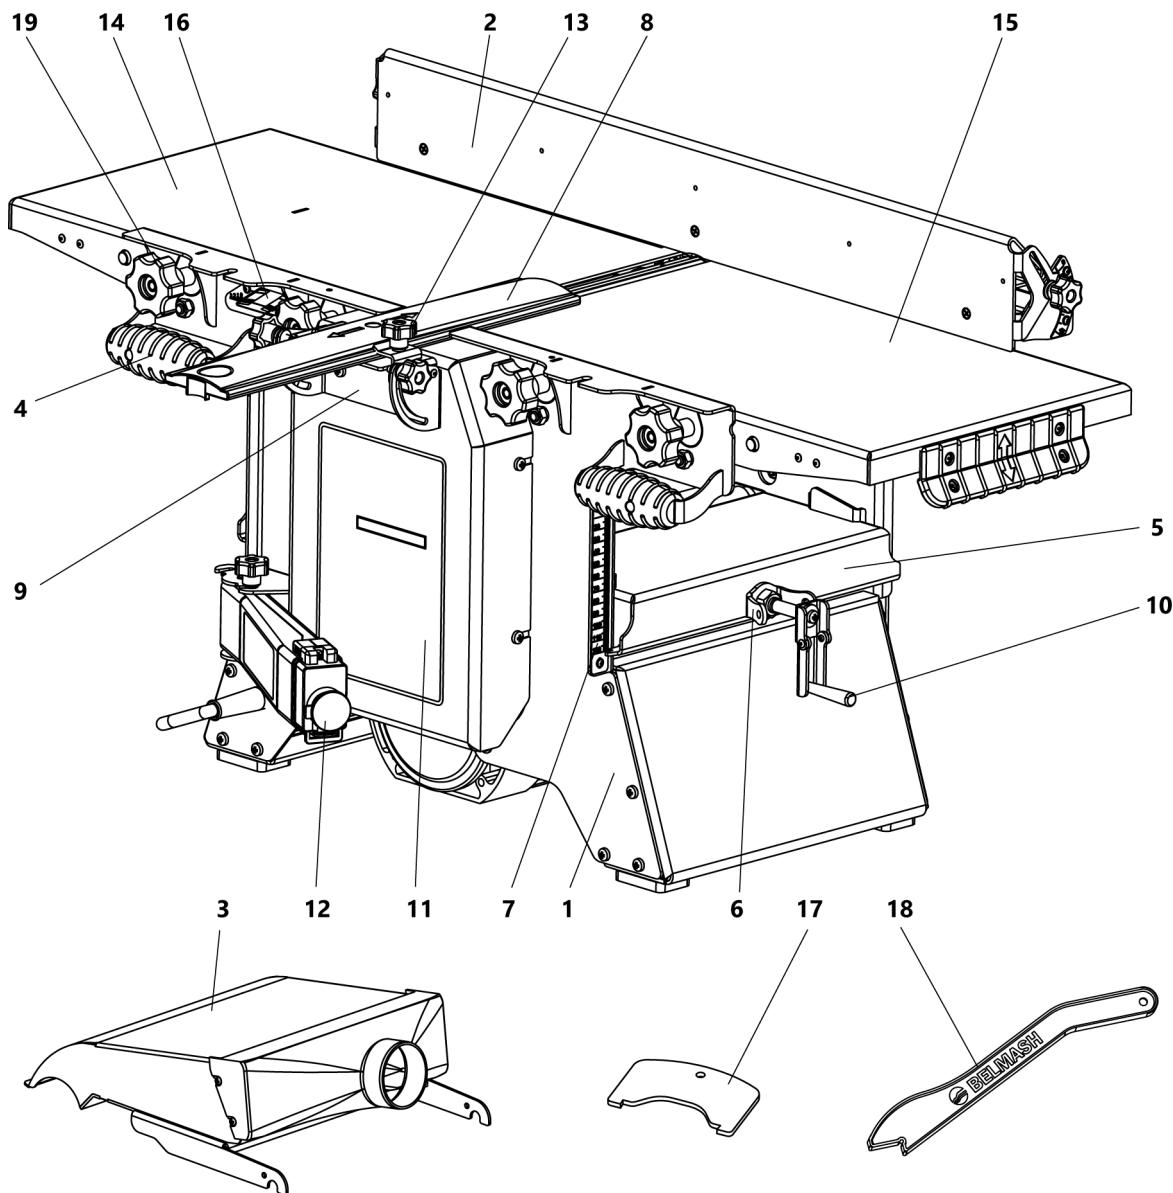
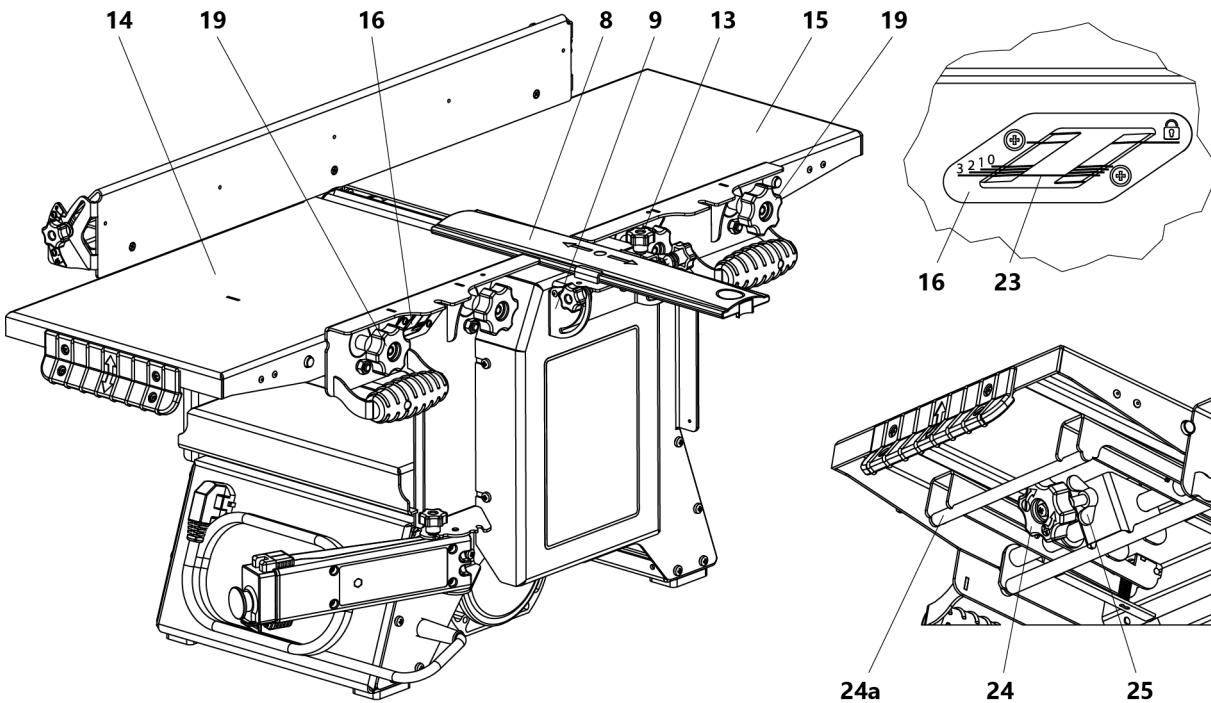

Рис. 1 Общий вид станка
Рис. 4 Установка строгальных столов и глубины строгания
При фуговании нужно перемещать заготовку по загрузочному столу, прижимая к линейке 2 (рис. 1). При этом необходимо держать пальцы сомкнутыми и удерживать заготовку сверху ладонями обеих рук. Правильное положение рук – это когда одна рука находится на верхней пласти заготовки над приемным столом, вторая рука – на верхней пласти заготовки над загрузочным столом.
Для облегчения прохождения и уменьшения трения между обрабатываемой заготовкой и рейсмусным столом 5 (рис. 1), в конструкции станка имеются два гладких ролика, которые выступают над поверхностью рейсмусного стола не более чем на 0,3 мм.
В режиме строгания приемный стол 15 (рис. 1) устанавливается на уровне реза строгальных ножей, а загрузочный стол 14 имеет возможность опускаться ниже уровня реза строгальных ножей, что обеспечивает установку необходимой глубины строгания. Глубину строгания устанавливают по шкале 16 с помощью ручки 24 (рис. 4).
Выключатель станка 12 (рис. 1) имеет защиту от непроизвольного включения станка и установлен на кронштейне, поворачивающемся так, чтобы обеспечить доступное и безопасное включение/ выключение станка при различных видах работы.
- отпустить гайки-барашки 19 стола приемного 15 (рис. 4);
Ограждение ножевого вала 8 предназначено для закрытия той части вращающегося ножевого вала, которая не находится в зоне резания (нерабочая часть ножевого вала) во время работы станка (рис. 4).